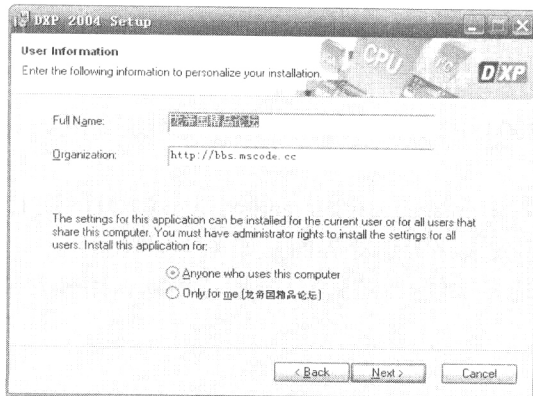
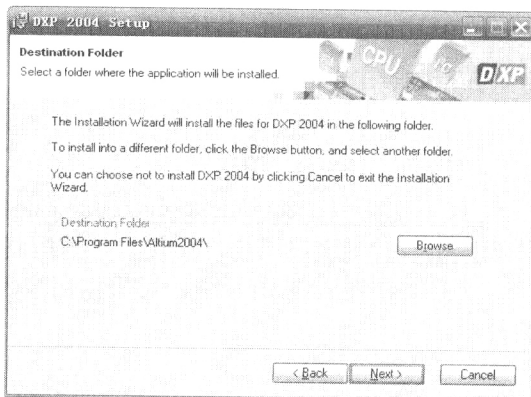

图 1-3 用户信息窗口
图 1-4 指定安装位置
(3) 选中“**I accept the license agreement**”单选按钮, 单击 **NEXT** 按钮, 系统将会弹出用户信息窗口, 如图 1-3 所示。
(4) 在用户信息窗口中, 填写用户名“Full Name”和组织名称“Organization”, 并选择用户类型, 默认用户为本地所有用户“Anyone who uses this computer”。如果不想让其用户使用, 可以选择单一用户“Only for me”, 这里选用默认用户。
(5) 单击 **Next** 按钮, 进入安装路径选择窗口, 如图 1-4 所示。一般选用默认安装路径。